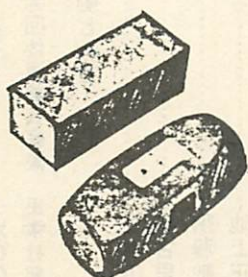

図4 あたま作り
るよう注意を与える。④材料を渡し、けがきをさせる。⑤頭部の穴を角ノミであける。⑥柄を、木工やすりで削り落とさせる。⑦頭部も木工やすりで、各自の好みの形に削らせる。(図4、5)⑧紙やすりで仕上げる。⑨組み立てる。